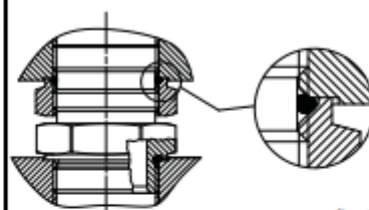

fig.1
• Avvitare il raccordo nel foro di aspirazione della pompa/serbatoio fino al punto in cui il piano corpo pompa/serbatoio collimi con la mezziera della superficie cilindrica fra le due filettature del raccordo. (fig.1)
• Screw the fitting into the tank/pump aspiration hole until the plane of the body of the pump/tank in sollimates with the center line of the cylinder surface between the two screw threads on the fitting (fig.1).